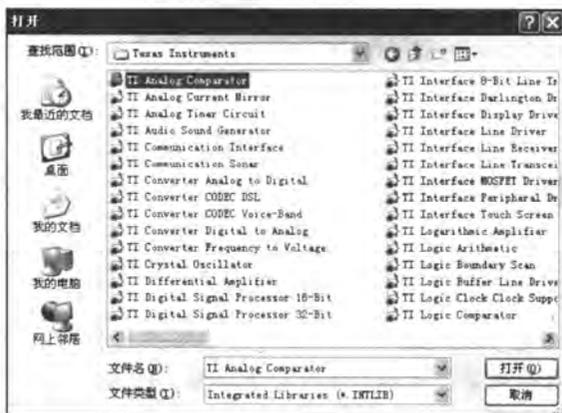

图 3-25 元器件库浏览窗口
- [2] 在【项目】选项卡中单击 **加元件库(A)** 按钮，或者在【安装】选项卡中单击 **安装(I)...** 按钮，系统弹出如图 3-25 所示的元器件库浏览窗口。